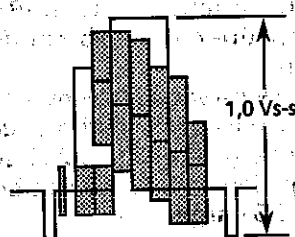

Abbildung 2-3.
3. R202 so einstellen, daß die Signalamplitude 1,0 Vs-s beträgt, wie in Abbildung 2-3 dargestellt.
3. R203 so einstellen, daß die Überschwungung des Videosignals bei 190% verstümmelt wird (siehe hierfür Abbildung 2-3).